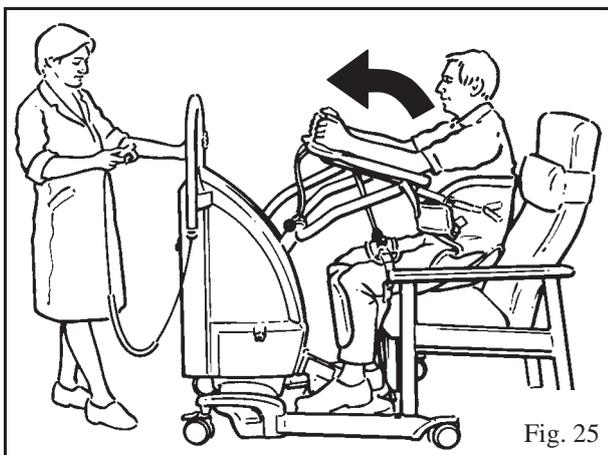

Fig. 25
7. Prima o botão de elevar no comando manual ou no painel de controlo duplo, continue a elevar até cada extensão de fixação estar sob tensão e as costas do paciente começarem a afastar-se da cadeira e depois pare o elevador. (Ver Fig. 25)